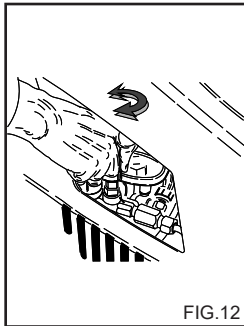

FIG.12
Este capítulo diz respeito apenas aos modelos equipados com o dispositivo "Regulador de pressão". O dispositivo regulador de pressão, fig. 12, permite regular a pressão de trabalho. Rodando o manípulo C no sentido inverso ao dos ponteiros do relógio (B) (mínimo) obtém-se uma redução da pressão de funcionamento.